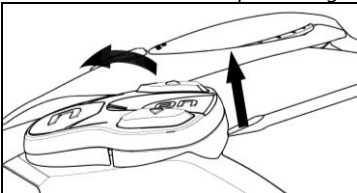

Abb. 28
- Entfernen Sie die Tastenvorrichtung von der Helmschale, indem Sie diese wie auf Abb. 28 dargestellt herausheben.